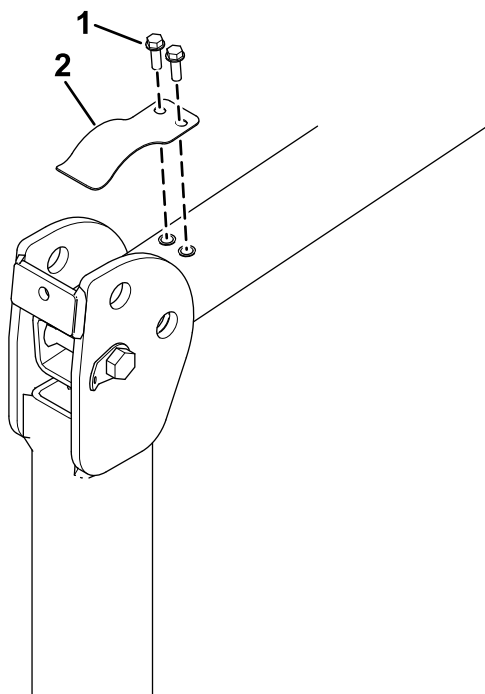

Рисунок 15
1. Передвинув защитную дугу в нижнее положение, снимите пластинчатую пружину фиксации (Рисунок 15) с каждой стороны защитной дуги.